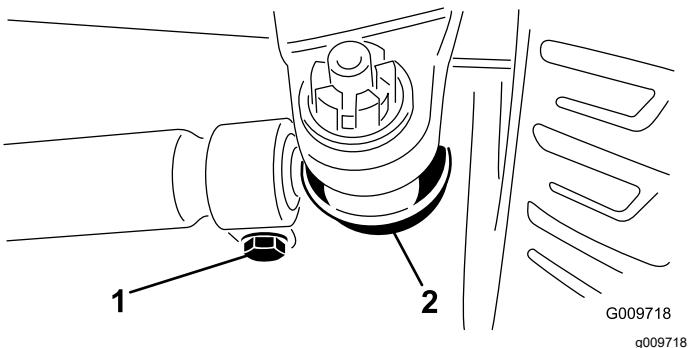

Figura 109
3. Para ajustar, retire la chaveta y la tuerca de cualquiera de las articulaciones esféricas de la biela (Figura 109). Retire la rótula de la biela del soporte del cojinete del eje.
4. Afloje las abrazaderas en ambos extremos de las bielas (Figura 109).